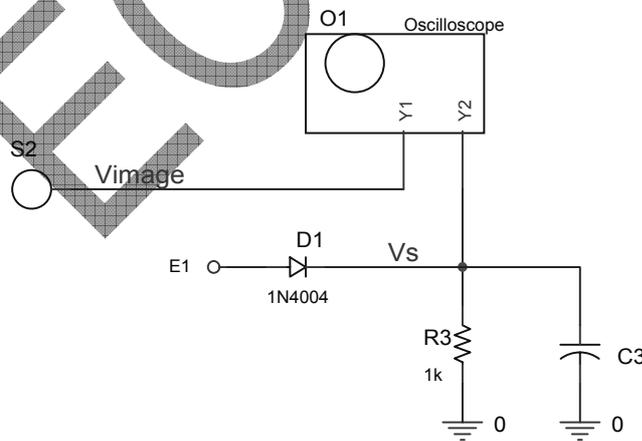

fig.15
- 1.6.2.1 Réaliser le schéma de la figure 15.